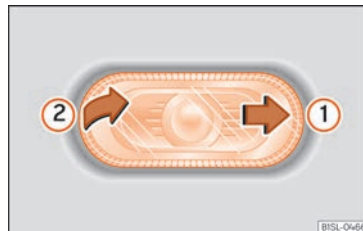

Fig. 56 Desmunteu l'intermitent lateral.
- Desplaceu amb una mà l'intermitent lateral cap enrere »» fig. 56 (1).
- Extraieu l'intermitent lateral de la carrosseria fent palanca (2).